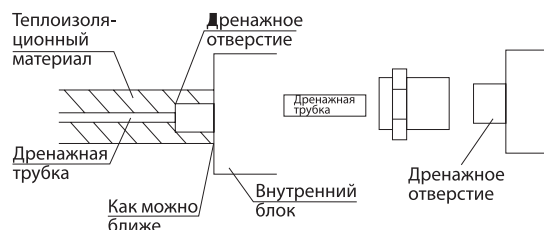

Рисунок 25 - Подсоединение дренажной трубки к внутреннему блоку
- Дренажный трубопровод должен быть надлежащим образом изолирован, чтобы предотвратить образование конденсата. Толщина теплоизоляционного материала должна быть не менее 9 мм (см. рис. 25).